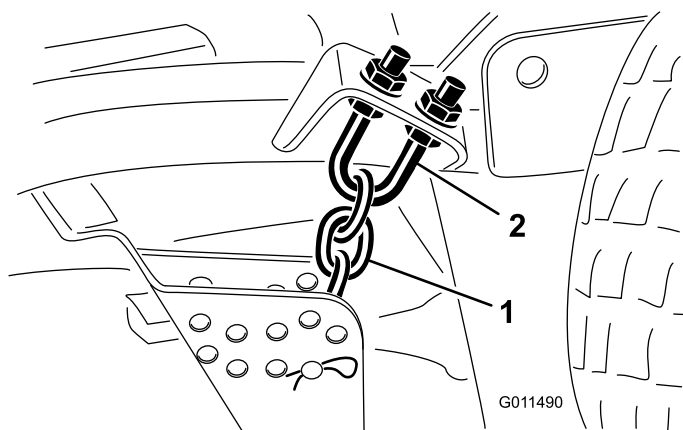

Figura 79
1. Afloje las contratueras de la parte superior o inferior del perno en U de la cadena de altura de corte (Figura 79).